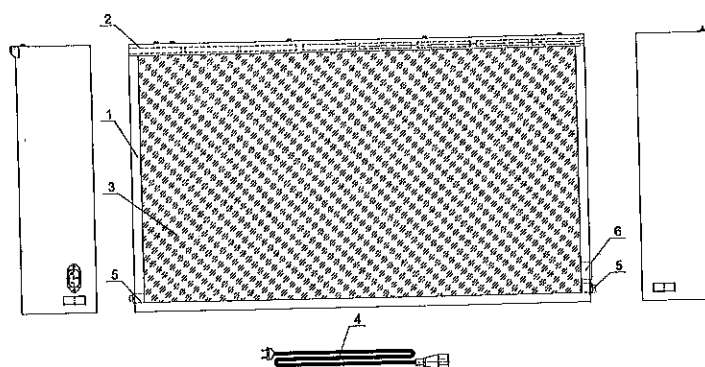

Рис.1 Общий вид
5.1 Неттоскоп (рис.1) состоит из корпуса 1, планки прижимной 2, просмотрового экрана 3, сетевого шнура 4. Внутри корпуса расположено электрооборудование и клеммная планка. На боковых стенках корпуса расположены переключатели 5 (включение/выключение лампы) и сетевой штепсель 6 для присоединения сетевого шнура 4.